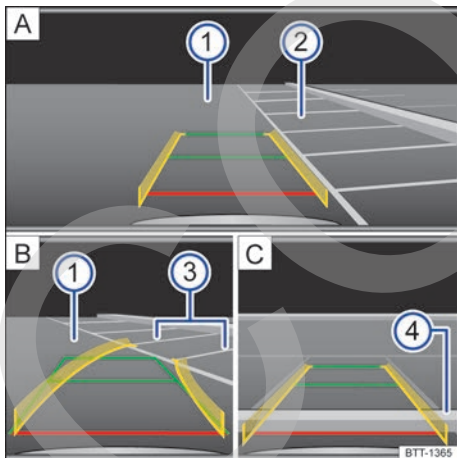

Fig. 189 Visualización en la pantalla: aparcamiento con el asistente de marcha atrás, modo 1.
Leyenda de la fig. 189:
Leyenda de la fig. 189
- Sitúe el vehículo delante del hueco de aparcamiento ② → fig. 189 [A].
- Retroceda lentamente a la vez que gira el volante de manera que las líneas amarillas se introduzcan en el hueco de aparcamiento seleccionado a lo largo de las líneas de delimitación laterales ③ [B].
- Oriente el vehículo en el hueco de aparcamiento seleccionado de manera que las líneas verdes y amarillas coincidan con las líneas de delimitación laterales ③ del hueco seleccionado.
- Detenga el vehículo, como muy tarde, cuando la línea roja haya alcanzado la delimitación trasera, p. ej., el bordillo de la acera ④ [C].